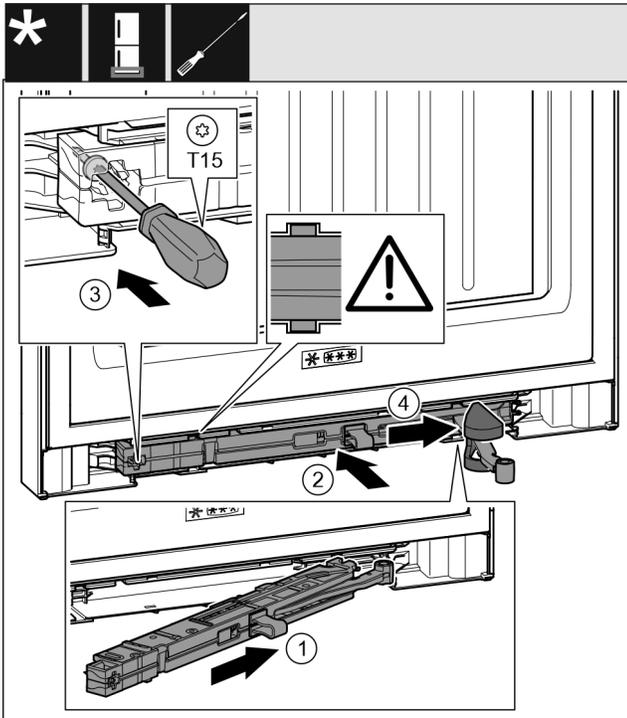

Fig. 52
- ▶ Schließdämpfereinheit Fig. 52 (1) auf der Lagerbockseite bis zum Anschlag schräg in die Aussparung einschieben.
- ▶ Schließdämpfereinheit Fig. 52 (2) vollständig in Aussparung schieben.
- ▶ Schraube Fig. 52 (3) mit einem Schraubendreher festschrauben.
- ▶ Abdeckung Fig. 52 (4) über Gelenk schieben.